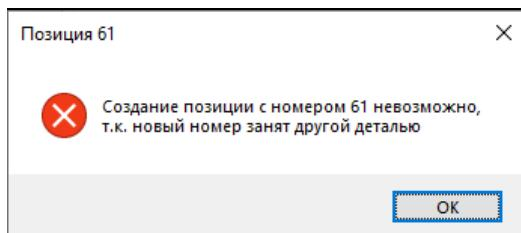

Рис. 45. Сообщение об ошибке в номере позиции
Ключевое значение имеет параметр **Позиция (7)**, значение которого должно быть уникальным в текущем чертеже. При замене существующей детали или создании новой детали номер позиции **не должен совпадать** с номером позиции любой другой ранее записанной детали. В противном случае выводится сообщение об ошибке (рис. 45).